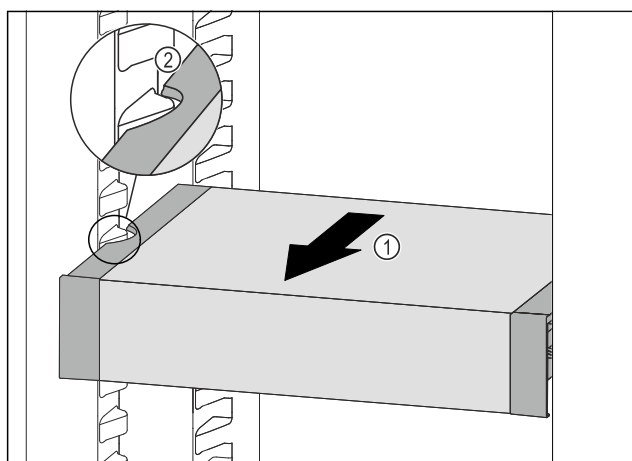

Fig. 187
- ▶ 向前拉动 VarioSafe Fig. 187 (1), 直至 VarioSafe 的侧部凹槽与冷藏区中的容器肋梁持平。 Fig. 187 (2)